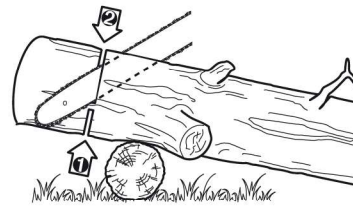

Fig. 41
- > Quando o tronco é suportado em apenas uma das suas extremidades (Fig. 41), o corte deve ser feito por baixo e ter 1/3 do diâmetro do tronco. Em seguida, deve ser feito o corte final, que deverá ir ao encontro do primeiro corte.